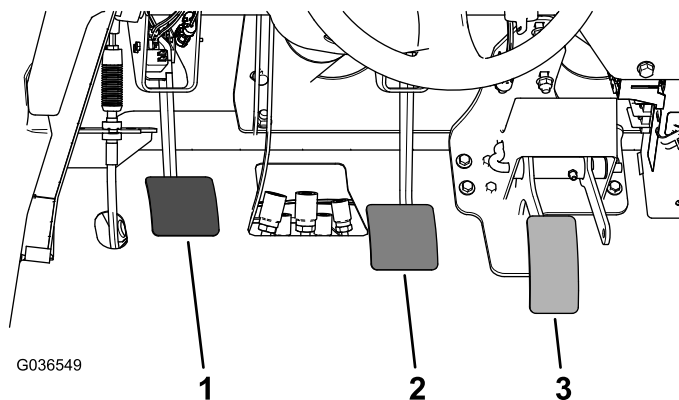

Figure 61
2. Soulevez la pédale de frein (Figure 61) jusqu'à ce qu'elle touche le cadre.
3. Desserrez les écrous de blocage qui fixent la chape à l'arbre du maître-cylindre (Figure 61).